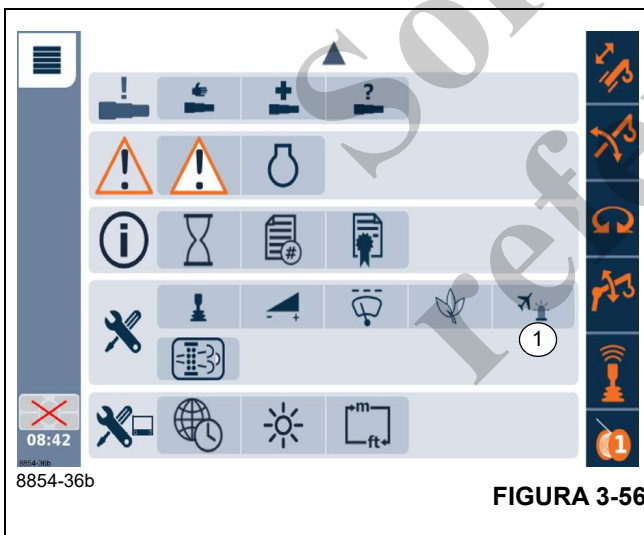

FIGURA 3-56
En el menú principal, seleccione el artículo (1), (Figura 3-56).